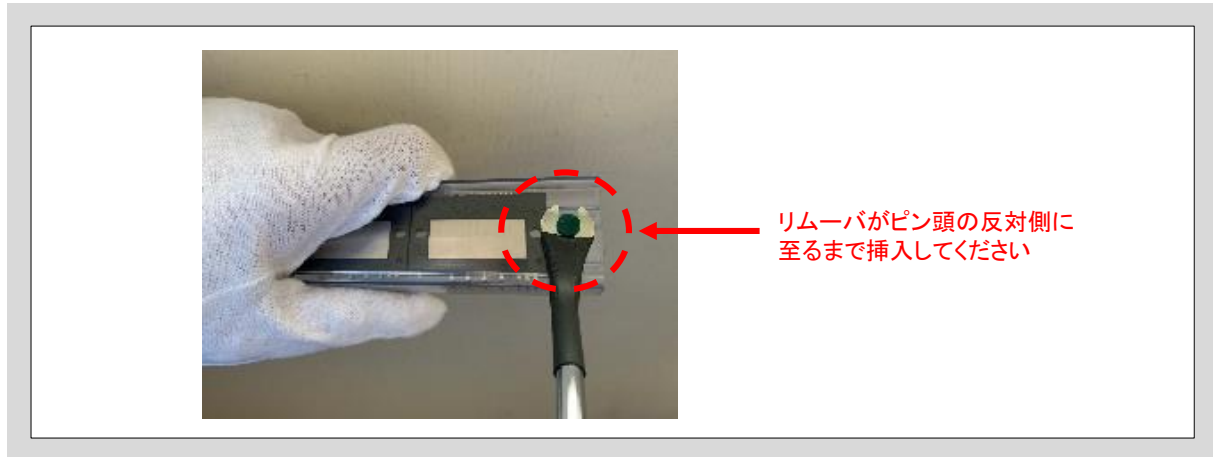

図2-4 リムーバの挿入
- ③ リムーバーの取り外し部を、ピンとチューブの隙間に入れます。(図2-4参照)